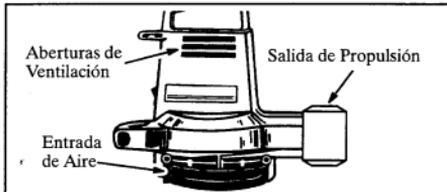

Figura 13
- Mantenga limpias y libres de escombros la abertura de aire y las aberturas de ventilación para evitar el sobrecalentamiento del motor. (Figura 13). No permita que entren objetos ajenos al área de la hélice.